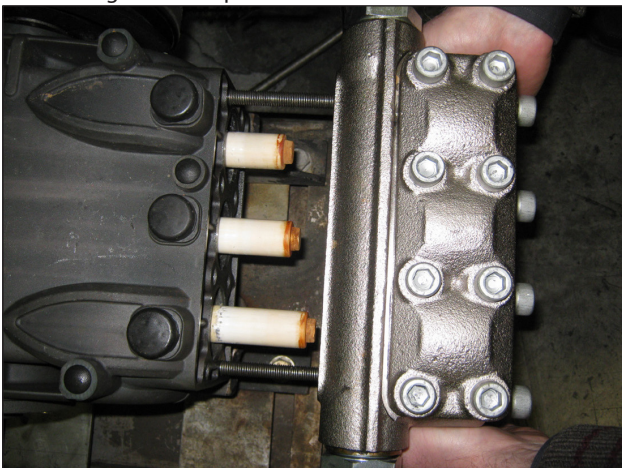

Abb. 30
- Schmieren Sie die Bauteile ②③⑤ mit Silikonfett der Sorte OCILIS Art. 12001600; dieser Vorgang dient auch als Hilfe beim Setzen der Dichtungslippe am Kolben.
- Mit zwei Wartungsschrauben - Stiften (Art. 27726000), die gemäß (Abb. 30) am Gehäuse befestigt sind, zentrieren Sie den kompletten Kopf nur am mittleren Kolben.